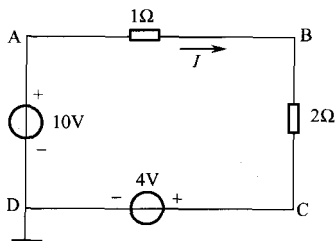

图 1-5
1. 如图 1-5 所示, 求 (1) V_A 、 V_B 、 U_{AB} ; (2) 若以 C 点为参考点, 求 V_A 、 V_B 、 U_{AB} 。